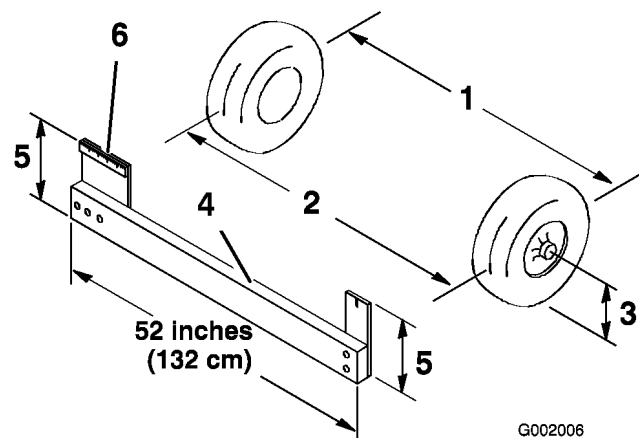

Figura 59
- Misurate la distanza tra i pneumatici anteriori all'altezza dell'assale, davanti e dietro le ruote (Figura 59). Per rilevare la misura posteriore dei pneumatici anteriori all'altezza dell'assale occorre un attrezzo o un calibro di allineamento; usate lo stesso attrezzo, o calibro di allineamento, per rilevare con precisione la misura anteriore dei pneumatici anteriori all'altezza dell'assale (Figura 59).